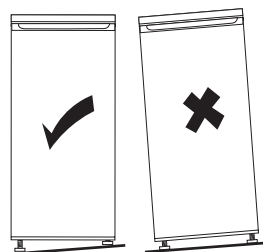

Fig. 2
Si l'appareil s'incline d'une manière ou d'une autre, réglez la hauteur du pied gauche/droit (4) de l'appareil pour qu'il soit à l'horizontale (→ Fig. 2).